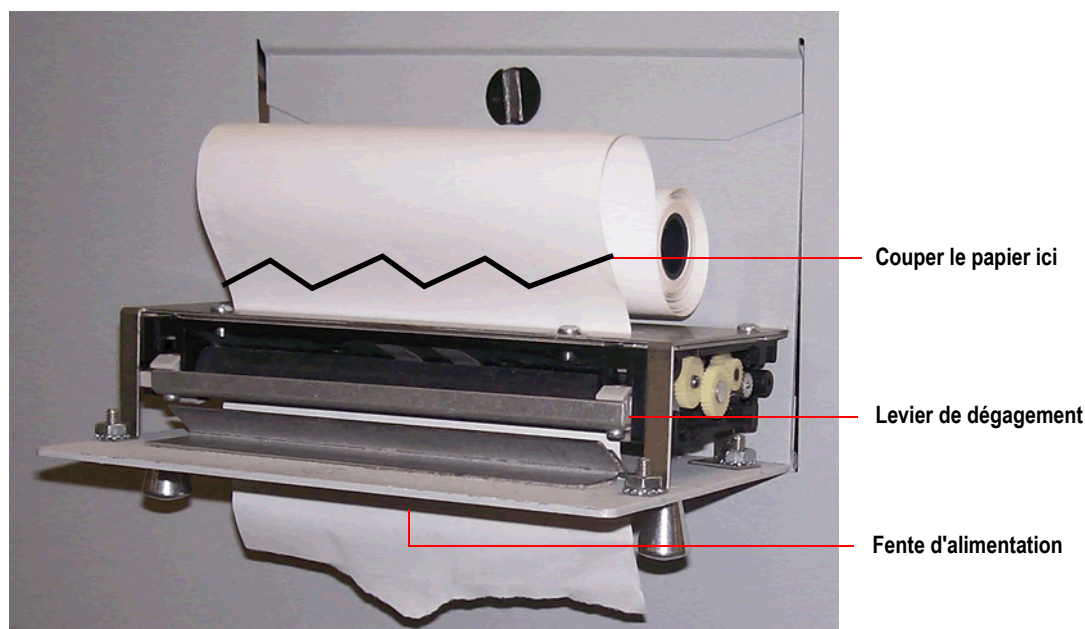

FIGURE 79 : Suppression du papier
- 4 Disposez un nouveau rouleau de papier sur l'axe métallique et installez le rouleau dans l'imprimante de sorte que le papier se déroule à partir du haut du rouleau (voir Figure 79). Le papier se déroulera automatiquement dans l'imprimante.